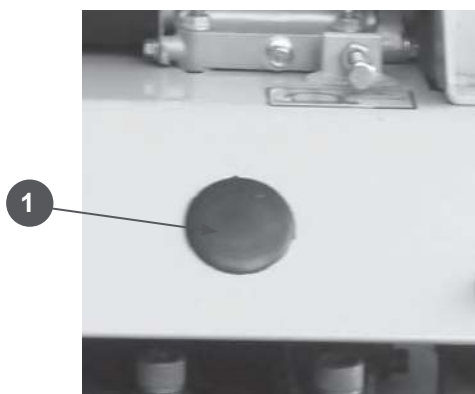

Рис.7
- РС9045F- снять резиновую заглушку (1) рис. 7 в фронтальной части виброплиты и открутить пробку заливного отверстия.